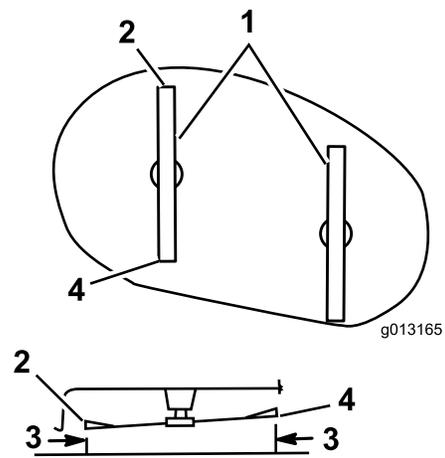

Figure 41
1. Mesurez la distance entre la pointe avant de la lame gauche et la surface plane (Figure 41). Répétez l'opération pour la pointe arrière de la lame gauche.